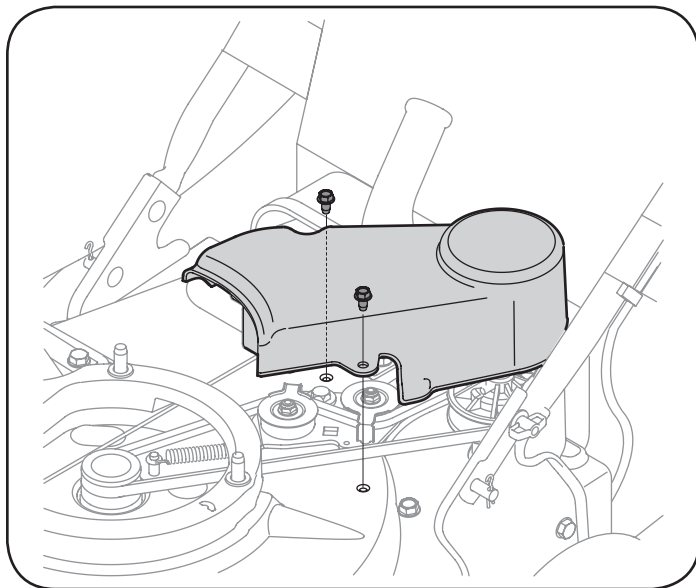

Figura 16
4. Retire los tres tornillos autosellantes que aseguran la tapa de la correa y extraiga la misma. Vea la Figura 16.